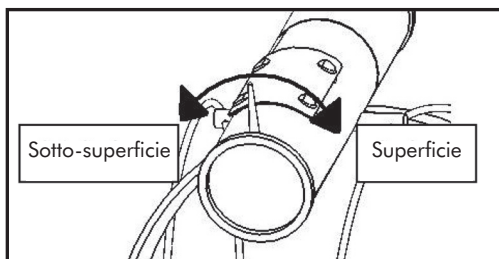

Figura 4: Regolazione della polarizzazione
- 3) Afferrare delicatamente il picchetto di regolazione e ruotarlo come mostrato nella Figura 4.